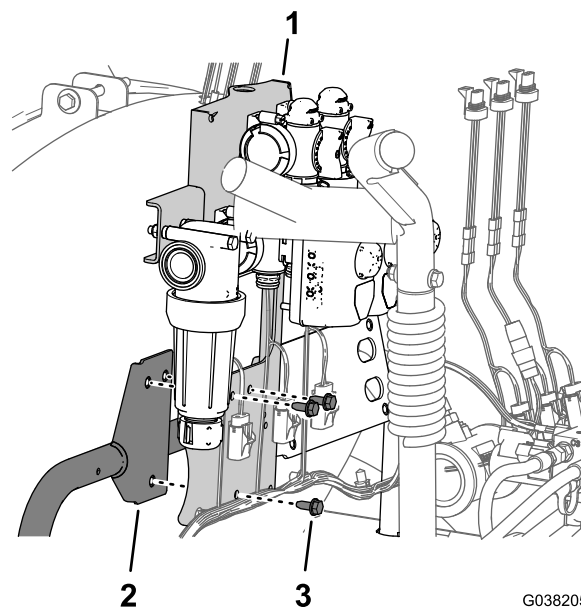

Figura 48
1. Alinee los tres taladros del soporte de las válvulas de agitación, caudal y fumigación maestra con la pletina de montaje (Figura 48).
2. Conecte el soporte de las válvulas de agitación, caudal, y fumigación maestra a la pletina de montaje (Figura 48) con los 3 pernos con arandela prensada (5/16" x 3/4") que retiró en el paso 1 de Retirada de las válvulas de agitación, caudal y fumigación maestra de la máquina (página 15).